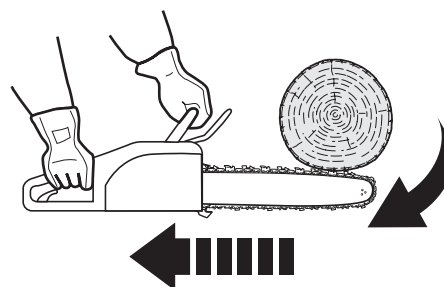

Fig. 34
- > O entalamento da corrente (3) ao longo da parte superior da lâmina-guia (4) pode aproximar rapidamente a lâmina-guia do operador (Fig. 34).